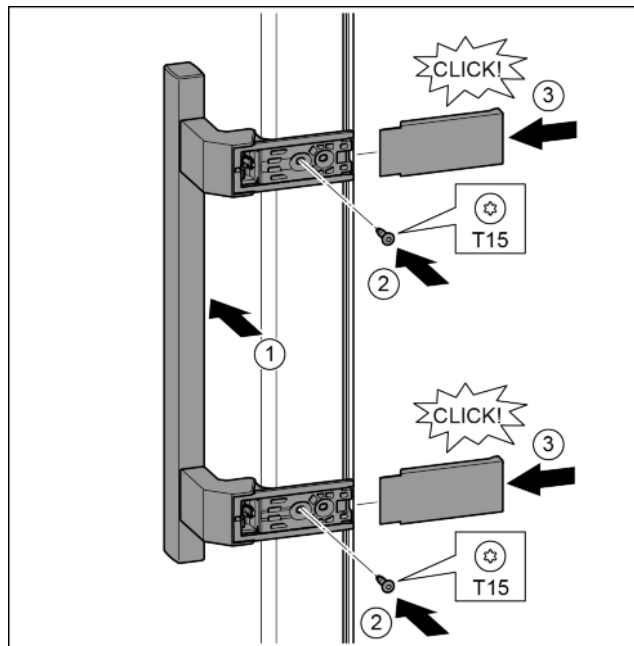

Fig. 21
- ▶ Встановіть ручку з протилежного боку. Fig. 21 (1)
- ▶ Закрутіть гвинти за допомогою викрутки T15. Fig. 21 (2)
- ▶ Встановіть кришки з боків та вставте їх. Fig. 21 (3)